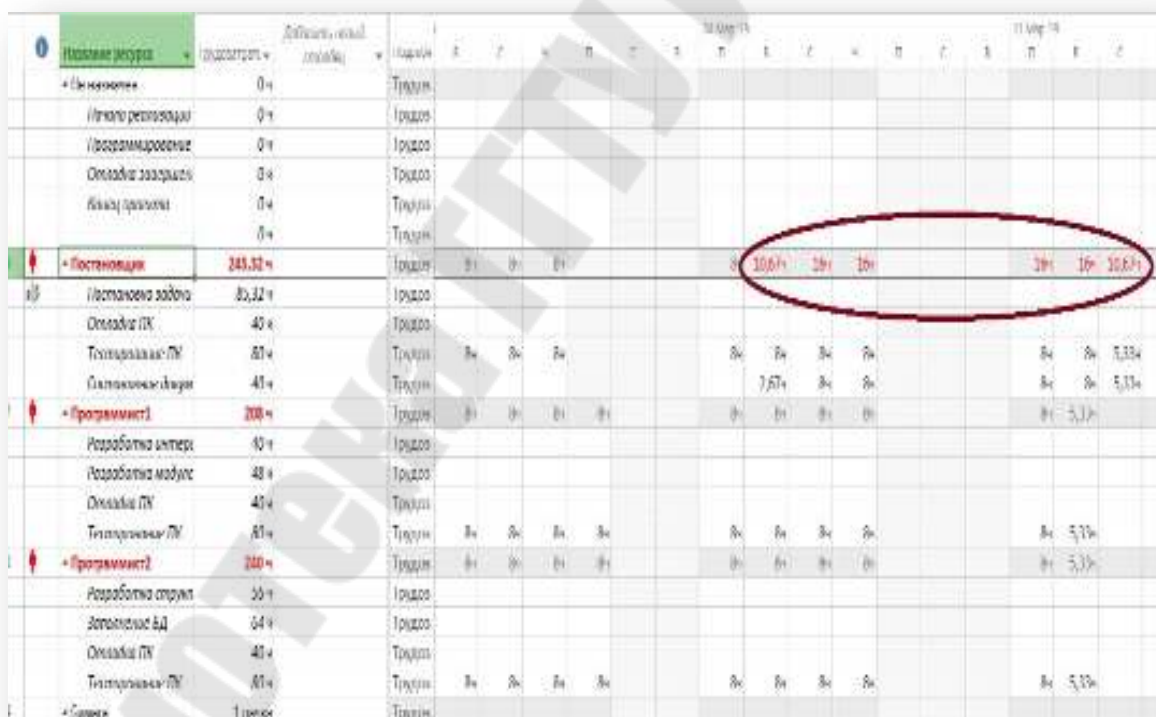

Рис. 2.49. Периоды перегрузки постановщика
3. Найти в этой строке дни, когда суммарная загрузка изображена красным цветом. В эти дни постановщик перегружен. Всего имеется три периода перегрузки, изображенных на рисунок 2.49.